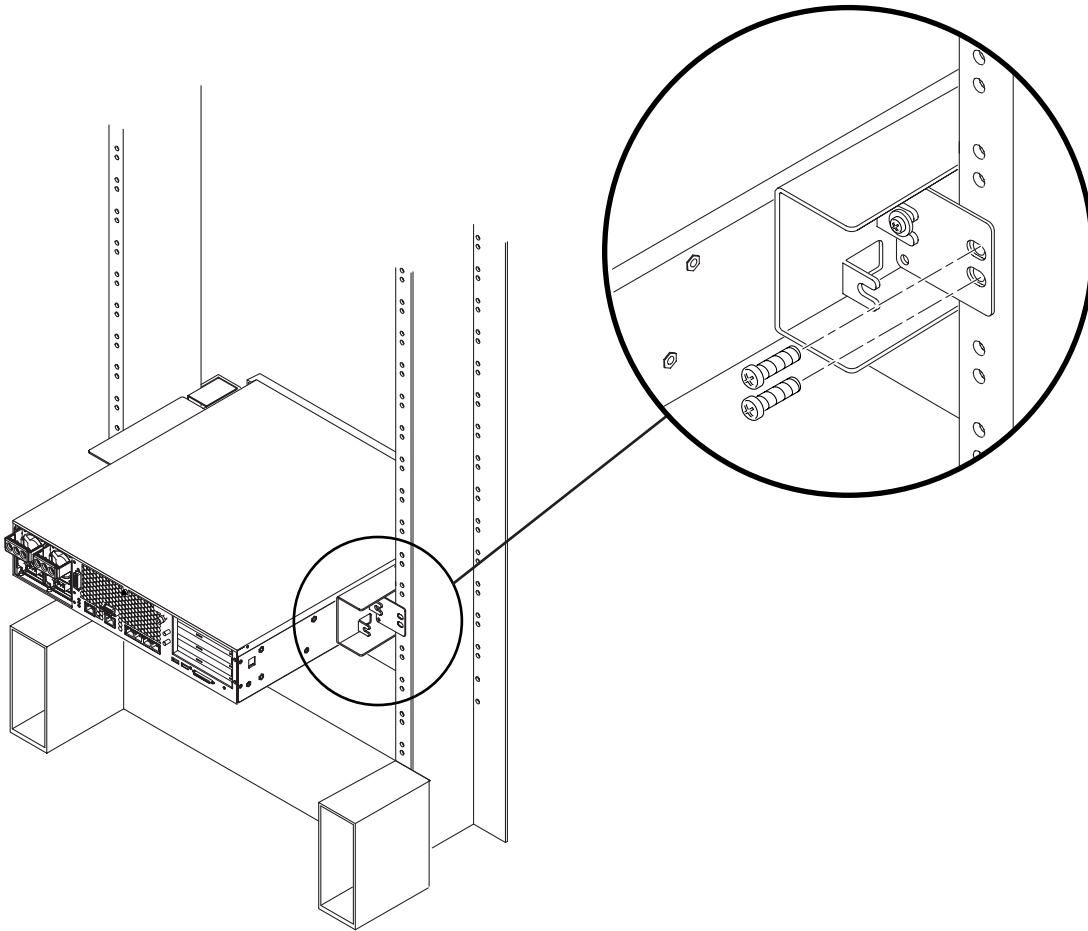

FIGURA 3-29 Fijación de la placa trasera en el soporte lateral
d. Con dos tornillos, fije el otro lado de la placa trasera a la parte posterior del poste (FIGURA 3-29).